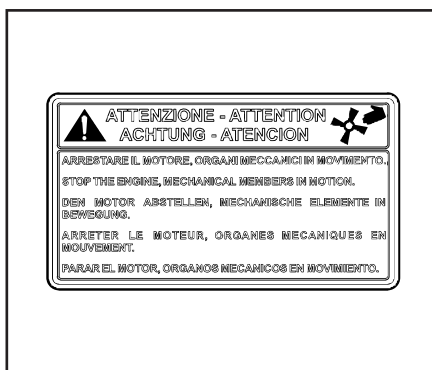

Fig. 2.31
28.7 Pericolo: organi meccanici in movimento (Fig.2.31)